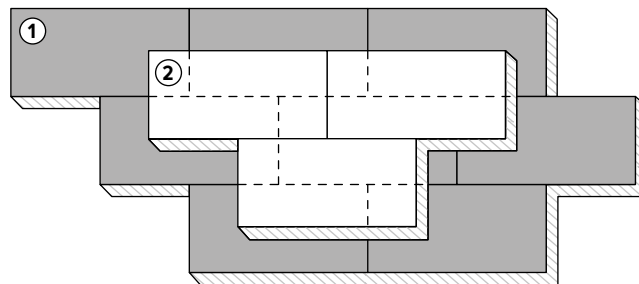

Рисунок 5.5. Смещение плит верхнего и нижнего слоев при укладке.
**5.3.11.** При устройстве теплоизоляционного слоя из двух и более слоев швы между плитами следует располагать вразбежку, обеспечивая плотное прилегание плит друг к другу (рис. 5.5). Стыки верхнего слоя теплоизоляционных плит необходимо размещать со смещением не менее 200 мм относительно стыков нижнего слоя.